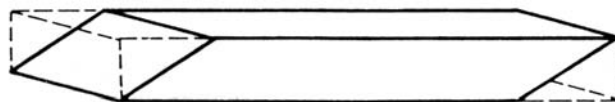
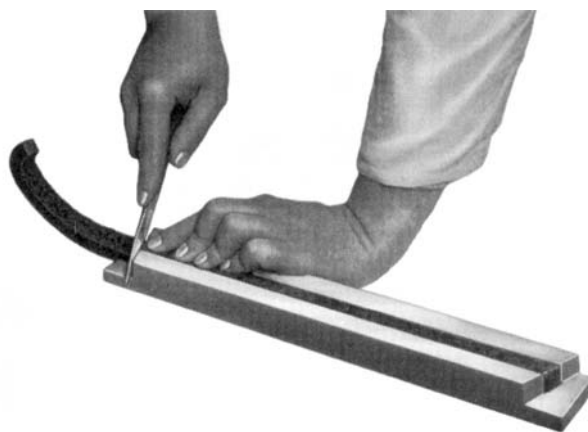

Fig. 26 - Corte oblíquo da gaxeta
Fig. 27 - Dispositivo para cortar anéis de gaxeta
- Cortar novos anéis de gaxeta de preferência com extremidades oblíquas (vide Fig. 26). Para facilidade deste corte pode ser usado um dispositivo de fácil confecção (Vide Fig. 27).